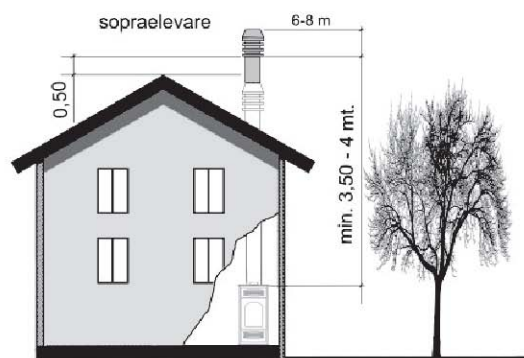

Fig.4
- Il comignolo deve essere posizionato in modo da garantire un'adeguata dispersione ed iluizione dei prodotti della combustione e comunque al di fuori della zona di reflusso. Tale zona ha dimensioni e forme diverse in funzione dell'angolo di inclinazione della copertura, per cui risulta necessario adottare le altezze minime riportate in *fig.4* e in *fig.5*.
- Il comignolo dovrà essere del tipo antivento e superare l'altezza del colmo (*fig.4* e *fig.5*).
- Eventuali fabbricati od altri ostacoli che superano l'altezza del comignolo non dovranno essere a ridosso del comignolo stesso (*fig.4*).